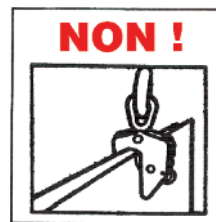

Figure 10
10. **NE PAS** : lever plus d'une plaque à la fois. (Fig. 10).